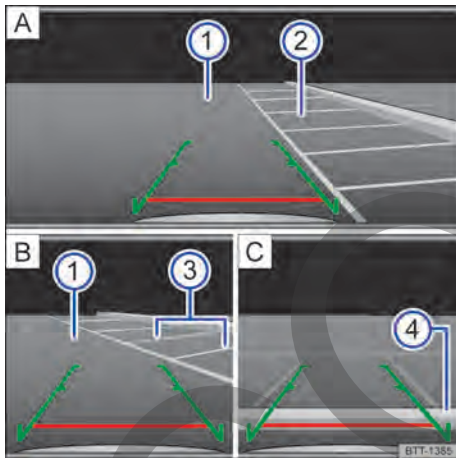

Fig. 101 Visualización del display del sistema de radio: estacionar con la cámara de marcha atrás.
Leyenda para fig. 101:
- Colocar el vehículo delante de la plaza de estacionamiento → fig. 101 ② **A**.
- Conducir hacia atrás lentamente y maniobrar de modo que las guías verdes laterales conduzcan entre las líneas de delimitación de la plaza de estacionamiento seleccionado ② **A**.
- Alinear el vehículo en la plaza de estacionamiento seleccionada de modo que las guías verdes laterales queden sobre las líneas de límite lateral ③ **B**.
- Detener el vehículo cuando la línea roja alcance el límite trasero ④ **C**. ▶